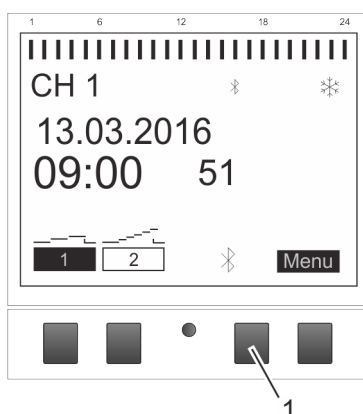

Fig. 7: Opprette Bluetooth-forbindelse på fordelingstidsuret
1. Trykk på Bluetooth-tasten (Fig. 7/1) på fordelingstidsuret.